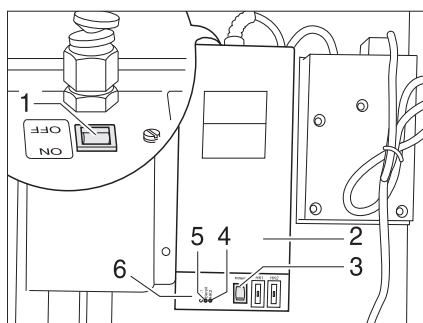

Fig. 116 Transformateur avec régulateur
Le transformateur 230 V AC/12 V DC (Fig. 116,2) est, suivant le modèle, monté dans la penderie ou dans la banquette de la dînette.
- Le voyant de contrôle (Fig. 116,5) s'allume en vert : Régulateur en marche
- Les voyants de contrôle (Fig. 116, 4 et 6) s'allument en rouge : Les conduites des eaux usées sont chauffées
Un bouton-poussoir de contrôle (Fig. 116,3) est intégré dans le boîtier, ce bouton permet d'enclencher brièvement le régulateur. En appuyant sur le bouton-poussoir de contrôle, vous pouvez tester le fonctionnement du chauffage, même si la température ambiante est supérieure à 5 °C.
- Placer l'interrupteur (Fig. 116,1) du transformateur (Fig. 116,2) sur "ON".
- Placer l'interrupteur (Fig. 116,1) du transformateur (Fig. 116,2) sur "OFF".